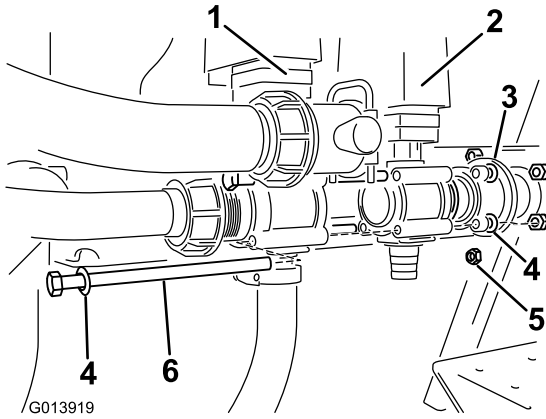

Figura 5
- Localice la válvula del eyector entre las piezas sueltas, e instale la válvula en línea, a la derecha de la válvula de agitación (Figura 5).